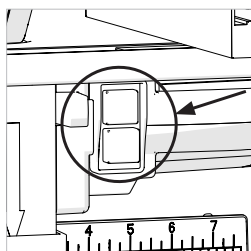

Fig. 24
2. Interrupteur marche arrêt de la scie de table (Fig. 24)